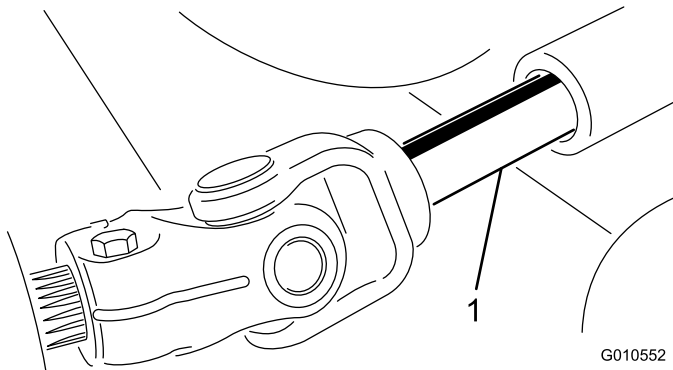

Figure 17
4. Coupez le moteur et éloignez le plateau de coupe du groupe de déplacement et du bâti porteur, en séparant les parties mâle et femelle de l'arbre de PDF (Figure 17).